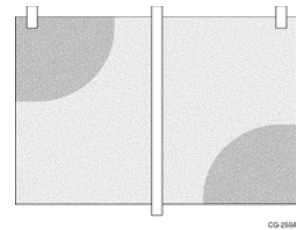

Bild 8
2. Die Folie wird mittels Scotch™ Masking Tape Streifen (5 – 7,5 cm breit) auf dem Untergrund befestigt. Anschließend wird über die komplette Folie / Grafik Masking Tape vertikal geklebt (Bild 8).